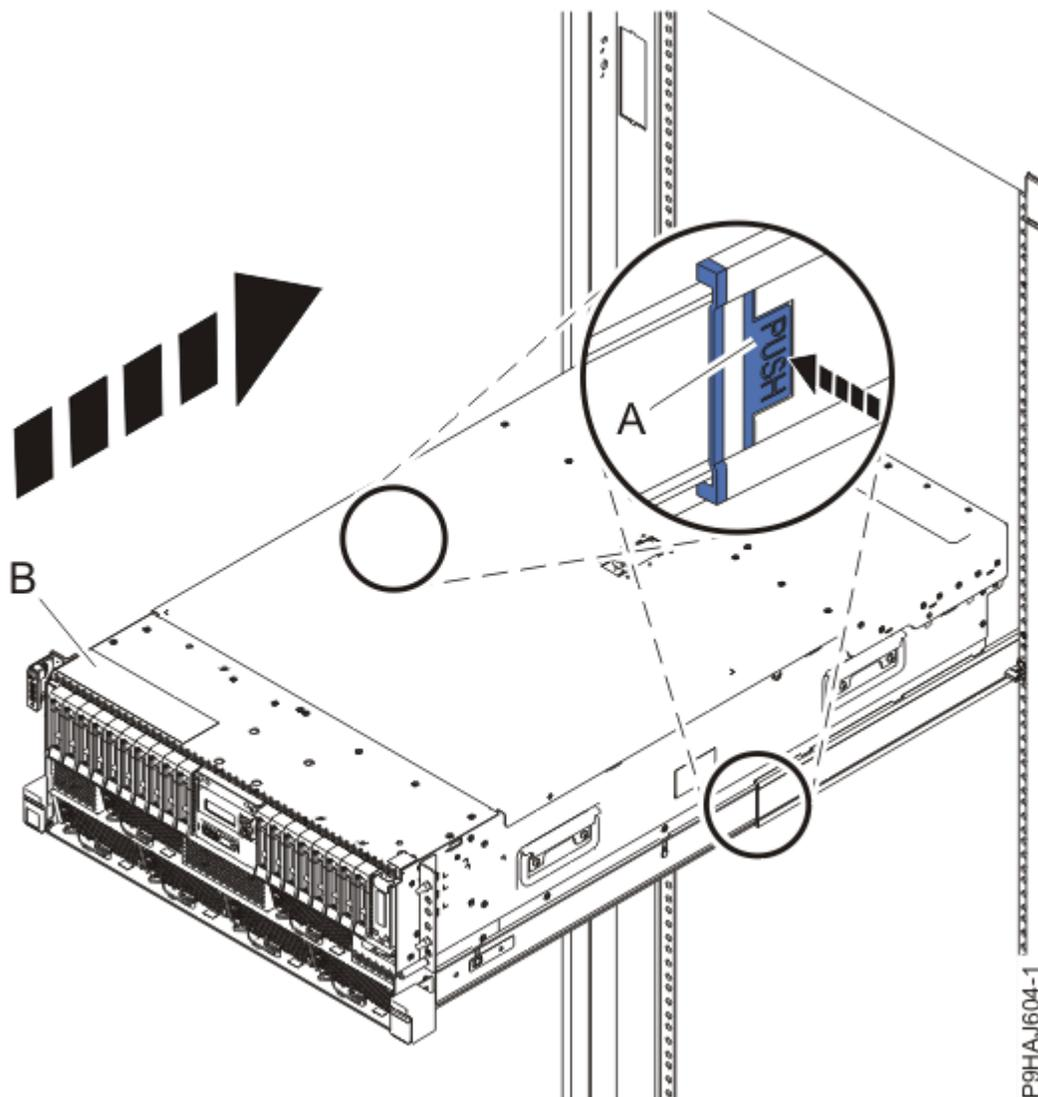

Figura 133. Colocar o sistema na posição de funcionamento
3. Para um sistema montado em bastidor, solte as patilhas azuis de segurança do bastidor **(A)** conforme apresentado na Figura 133 na página 140 ao as empurrar para dentro.